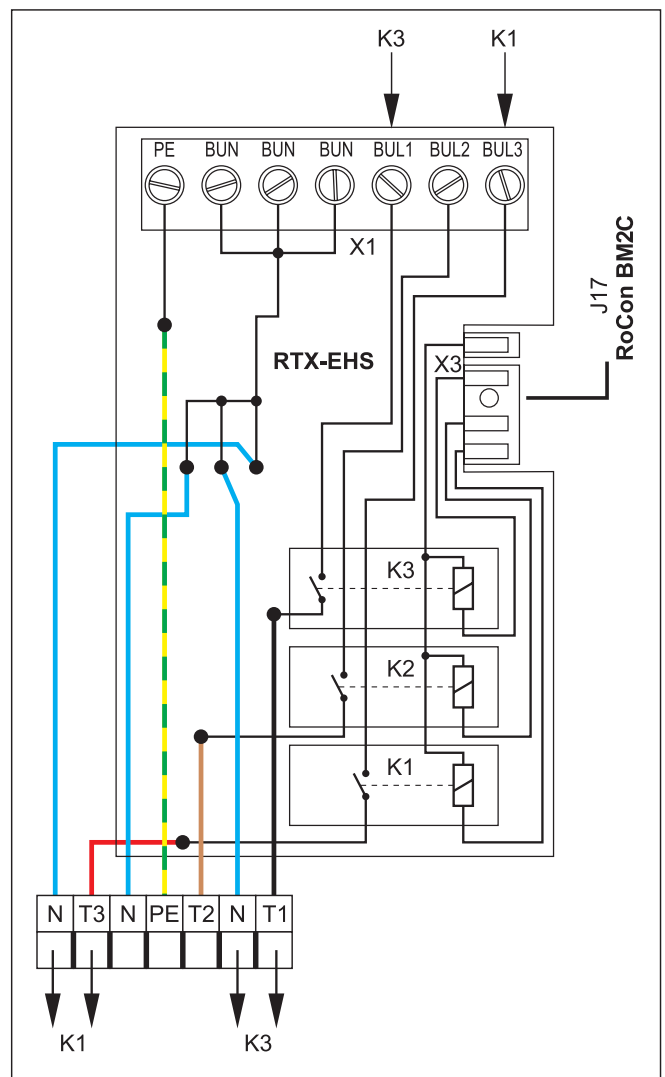

Fig. 24-38 Branchement sur la platine RTX-EHS
La demande du générateur de chaleur externe est mise en circuit par le biais d'un relais sur la platine RTX-EHS (voir Fig. 24-38). Le branchement électrique à la Daikin Altherma EHS(X/H) est possible comme suit.
- Établir les connexions appropriées sur la platine RTX-EHS du kit de raccordement (voir Fig. 24-38).